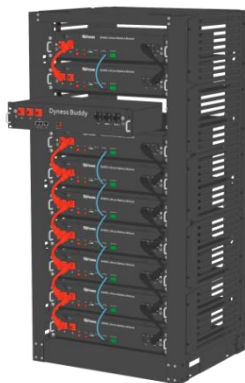

Figura 3-3
1. Coloque la unidad Dyness Buddy en el soporte del gabinete como se muestra en la figura y empuje el dispositivo dentro de la cabina hasta la posición de instalación, como se muestra en la Figura 3-3. (La estructura del gabinete en la figura es solo de referencia).